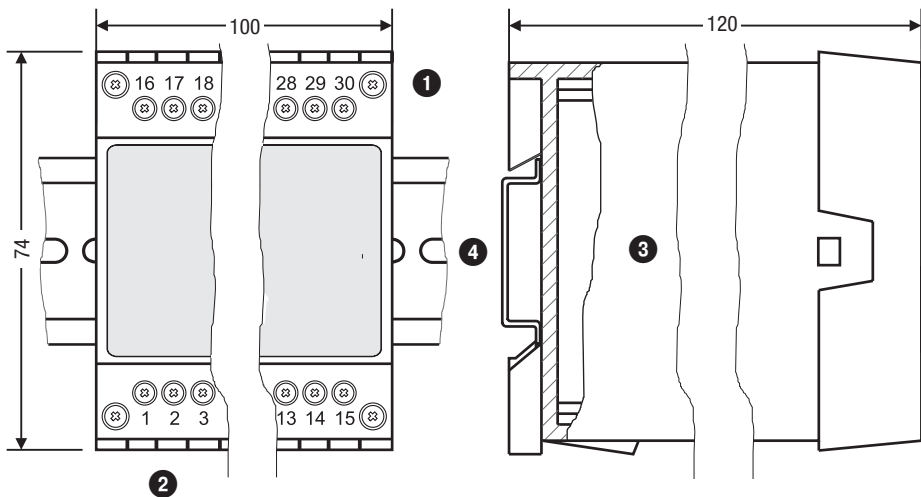

Fig. 1
Der Leitfähigkeitsregler LRR 1-52, LRR 1-53 wird im Schaltschrank auf einer Tragschiene Typ TH 35, EN 60715 aufgerastet. **Fig. 1** ④